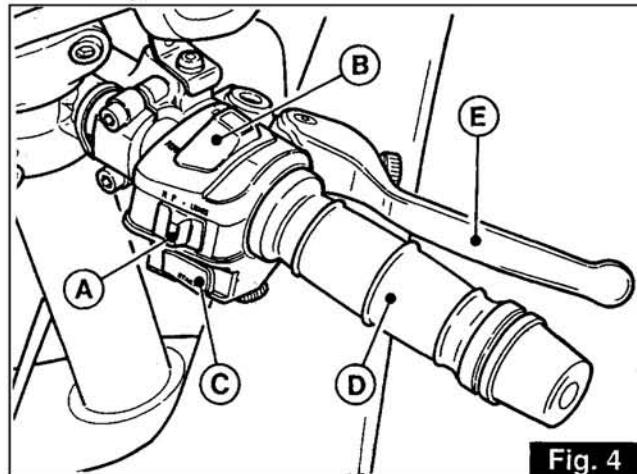

Fig. 4
Position «P» direction bloquée. Moteur éteint; interrupteur «A» de la fig. 4 à la position «P»: feu de parking. Clé extractible.
«P»-Stellung: Lenkung gesperrt. Motor aus; mit dem in der Abb. 4 dargestellten Schalter wird das Parklicht aktiviert. Der Schlüssel ist ausziehbar.
Interrupteur «A» (fig. 4)
3.6 BOUTON DE DEMARRAGE ET INTERRUPTEUR D'ARRÊT MOTEUR (fig. 4)
Schalter «A» (Abb. 4)
3.6 DRUCKSCHALTER ZUM ANLASSEN UND SCHALTER ZUM ABSTELLEN DES MOTORS (Abb. 4)
3.7 POIGNÉE DE COMMANDE DES GAZ (``D`` fig. 4)
3.8 LEVIER DE COMMANDE DU FREIN AV (``E`` fig. 4)
3.7 GASDREHGRIFF (``D`` in Abb. 4)
3.8 VORDERRADBREMSHEBEL (``E`` in Abb. 4)